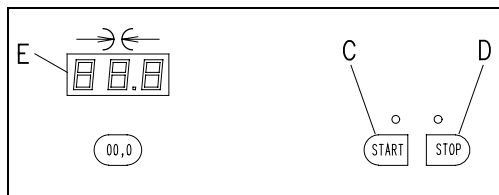

Fig. 6
- Premir a tecla STOP **D**. Fig. 6
- Premir a tecla START **C**. Fig. 6